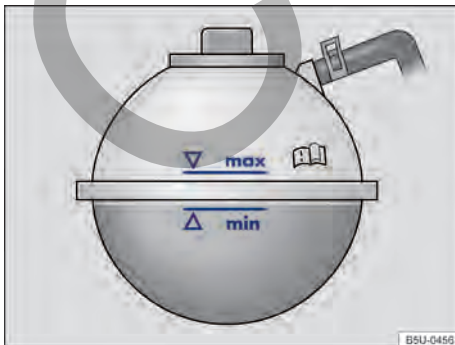

Fig. 175 En el compartimento del motor: marca en el depósito de expansión del líquido refrigerante del motor.
- Con el motor frío, comprobar el nivel del líquido refrigerante del motor por la marca lateral del depósito → fig. 175.
- El nivel del líquido refrigerante del motor debe permanecer dentro de la marca del depósito → fig. 175. ¡**No completar por encima de la marca "máx"** → ⓘ!
- Completar con líquido refrigerante del motor solamente hasta la marca "máx" → fig. 175. De lo contrario, al calentarse, el líquido excedente sería expulsado del sistema de refrigeración del motor y podrá causar daños.